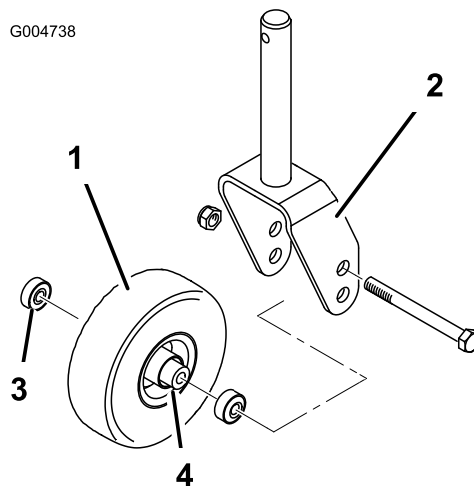
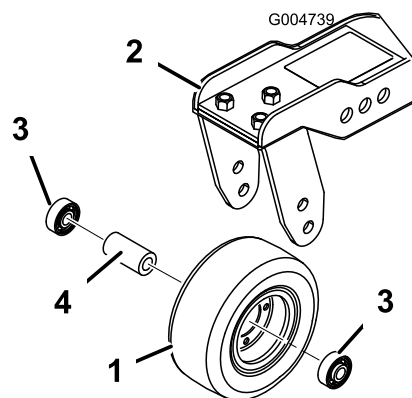

Figura 85
Figura 86
1. Retire la contratuerca del perno que sujeta el ensamble de la rueda giratoria entre la horquilla (Figura 85) o el brazo de pivote (Figura 86). Sujete la rueda giratoria y retire el perno de la horquilla o del brazo de pivote.
2. Retire el cojinete de la rueda y deje que se caiga el suplemento del cojinete (Figura 85 y Figura 86). Retire el cojinete del otro lado de la rueda.